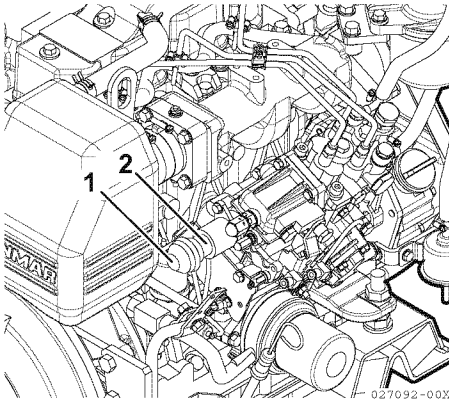

Figura 5
Si no puede desactivar el motor utilizando el botón de parada del panel, pare el motor pulsando el botón (**Figura 5, (1)**) en la parte trasera del solenoide de parada (**Figura 5, (2)**).